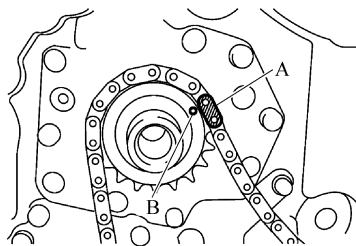

图 7-31 对准左正时链的正时标志
① 将曲轴链轮上的正时标记 B 对准左侧正时链条上的金色标记 A, 如图 7-31 所示。